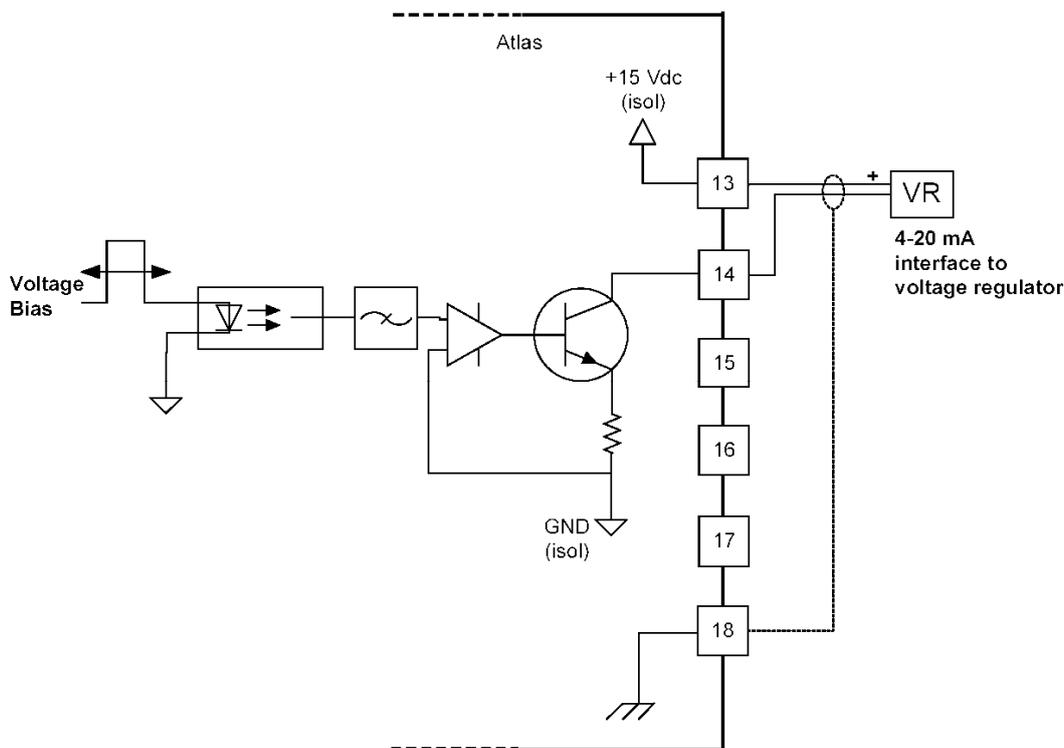
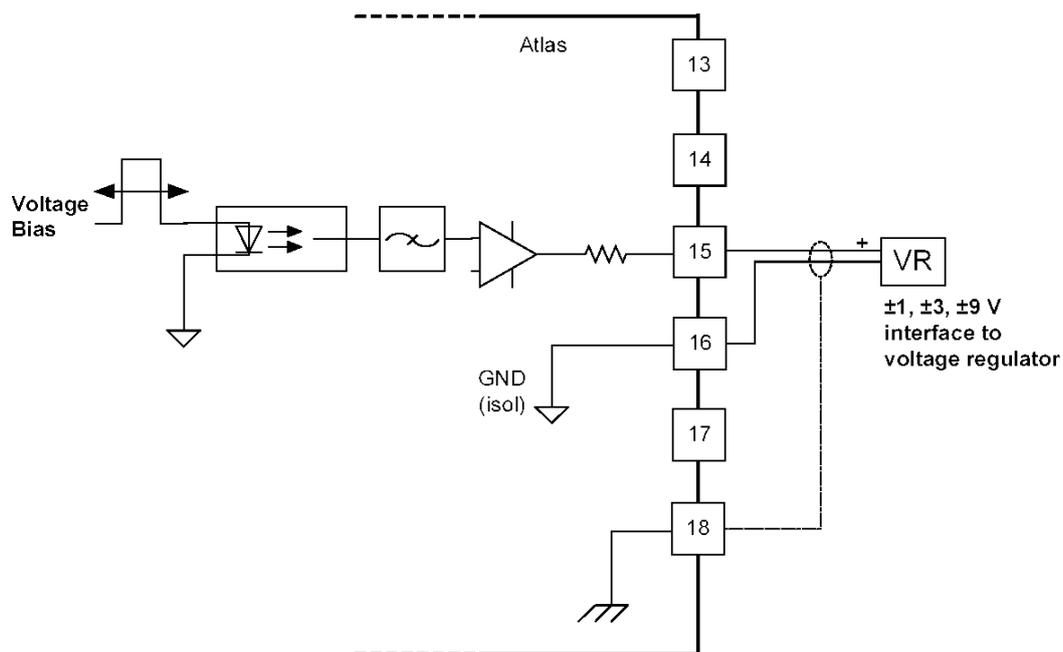

図 6-11. PowerSense ボードからの電圧バイアス出力(配線方法の例、出力タイプは 4-20mA)
図 6-12. PowerSense ボードからの電圧バイアス出力(配線方法の例、出力タイプは ± 1 V、 ± 3 V、 ± 9 V、)
- 電圧バイアス出力配線に関しては、図 6-11 および図 6-12 を参照してください。